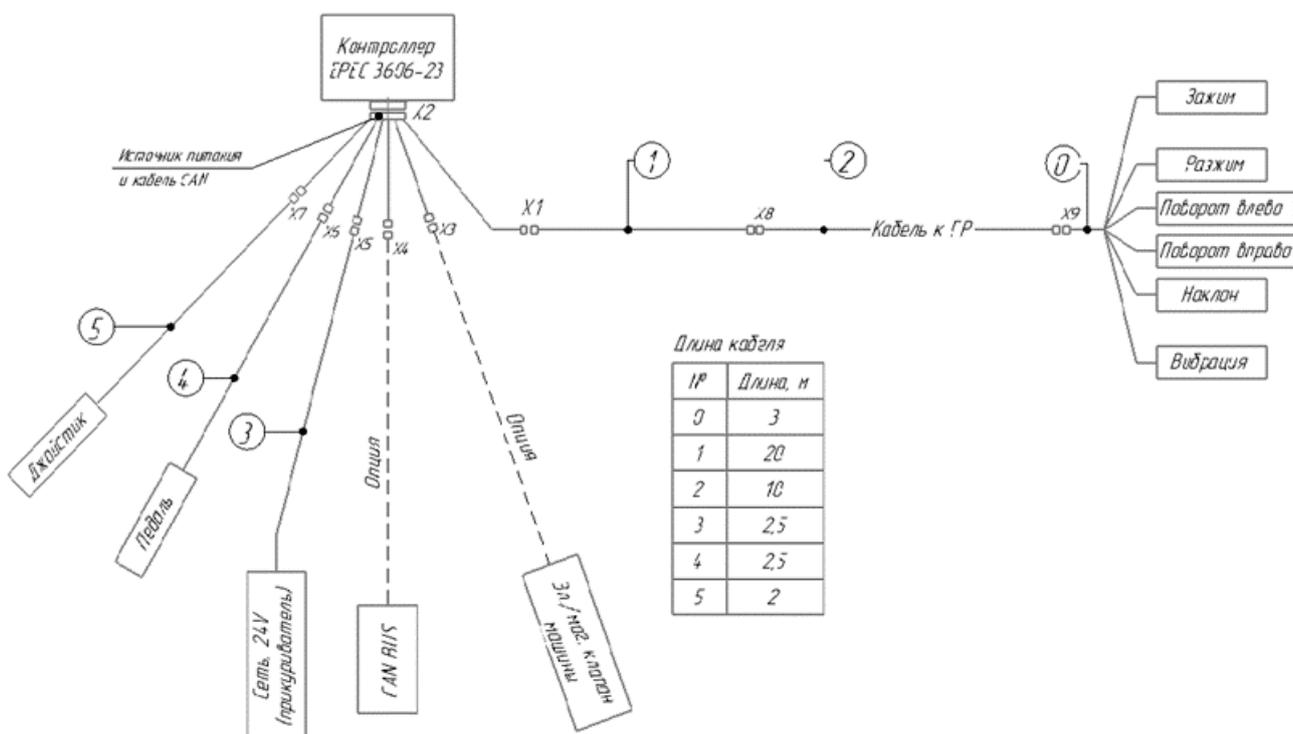

Рис. 10 Схема подключения системы управления
1. Смонтировать пулы управления/джойстик и расположить педаль на удобном для оператора месте. Разместить контроллер в месте, не создающем помех при работе оператора. Присоединить кабель (1) к контроллеру.
2. Присоединить кабель педали (4) к контроллеру порт в соответствии со схемой подключения рис. 10.
3. Присоединить кабель пульта/джойстика (5) к контроллеру порт в соответствии со схемой подключения рис. 10.
4. Смонтировать разъёмы (0) всех соленоидов на вибропогружателе.